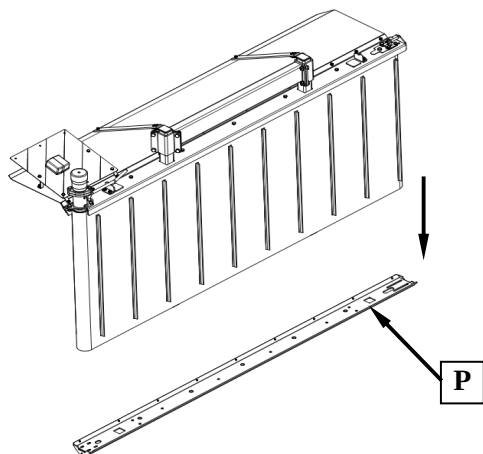
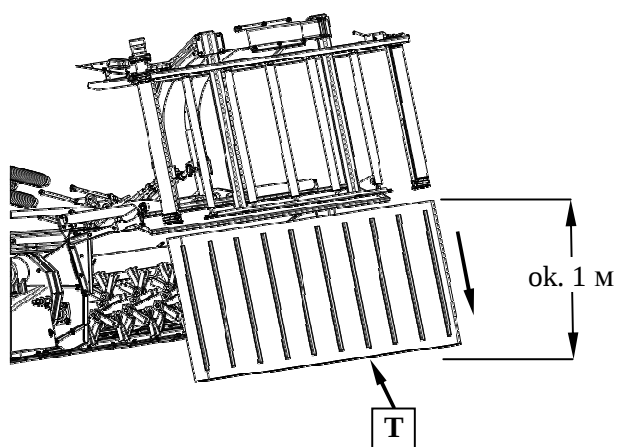

Рис. 45.
Рис. 46.
2. Демонтировать предний пояс в нижней части транспортера P (Рис. 45). Стянуть ленту T вниз (Рис. 46).